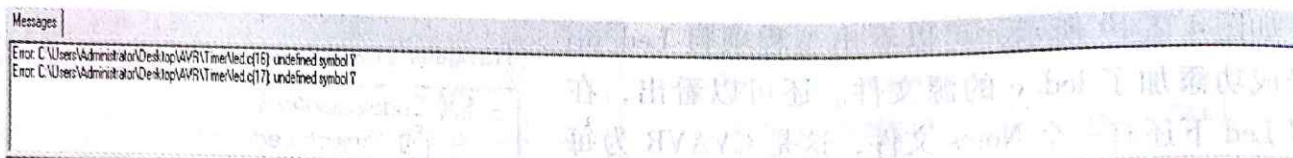

图 4.2.21 编译出错提示信息
(3) 编译工程项目。执行 Project | Compile 菜单命令，可以对工程项目进行编译。CVAVR C 编译器被执行，生成一个扩展名为 .asm 的汇编源程序文件。这个文件可在编辑器中打开进行检查和修改。在编译完成后，一个 Information 将打开以显示编译结果，如图 4.2.20 所示。显示有 2 个错误，单击“OK”按钮后，就会出现如图 4.2.21 所示的编译出错提示信息。根据提示信息，不断修改，直至把所有的错误都修改完毕通过编译。